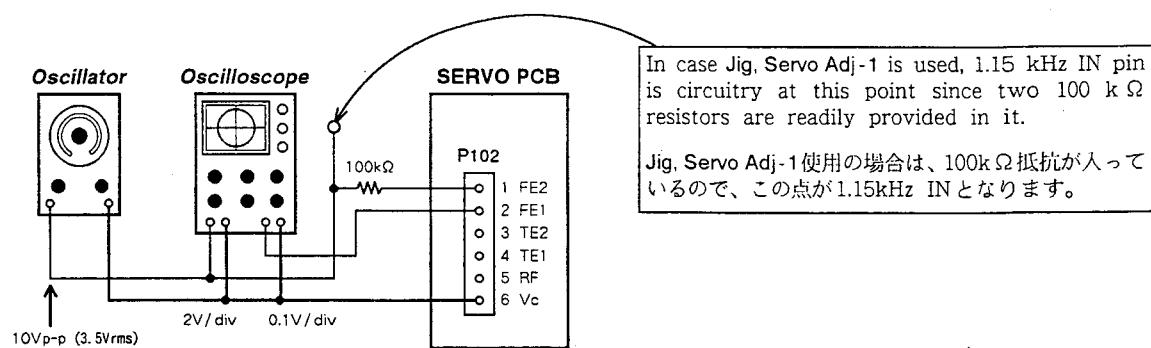

Fig. 6-7
1. Input a 1.15 kHz/10 Vp-p (3.5 Vrms) signal via 100 kΩ resistor to FE2 from the external oscillator. (Fig. 6-7)
5. Repeat items 6-8-1 and step 6-8-2 again to ascertain correct adjusting.
1. 外部 OSC より 100k Ω の抵抗を介して 1.15kHz / 10Vp-p (3.5Vrms) の信号を FE2 に入力する。 (図6-7)
(Fig. 6-7)
1. 外部 OSC より 100k Ω の抵抗を介して 1.15kHz / 10Vp-p (3.5Vrms) の信号を FE2 に入力する。(図 6-7)